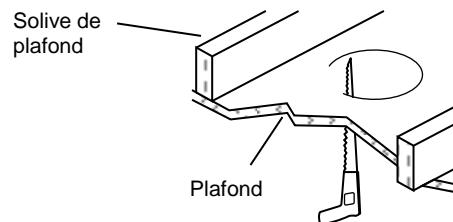

Fig. 1
2. Utilisez une scie à guichet pour pratiquer une ouverture de 4 $\frac{1}{4}$ po (10,8 cm) de diamètre dans la cloison du plafond. (Fig. 1) (**Note:** veiller à ce que l'ouverture ne dépasse pas les dimensions prescrites par le gabarit. Une ouverture trop grande pourrait nuire à l'installation adéquate du luminaire.)